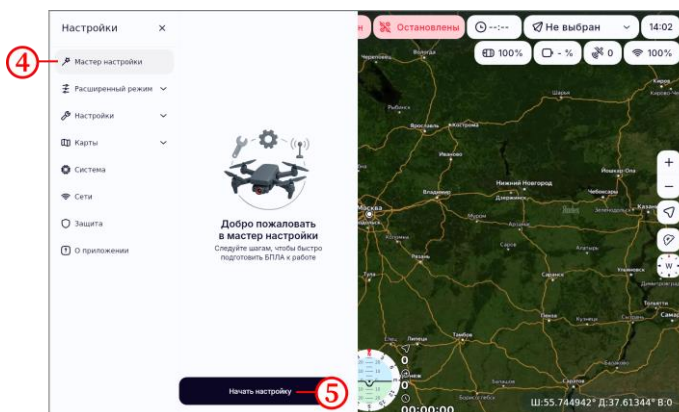

Рисунок 12
- перейти в раздел «Мастер настройки» (рисунок 12, шаг 4);
- нажать на кнопку «Начать настройку» (рисунок 12, шаг 5);